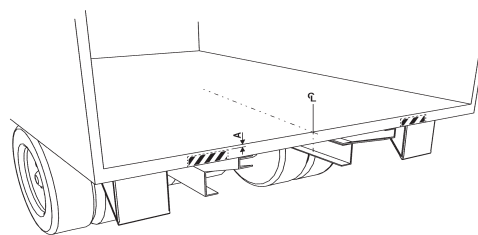

Bild 20. Mät ut och markera mittpunkten på fordonets bakbalk
1. Mät ut och markera mittpunkten på fordonets bakbalk. Se Bild 20.